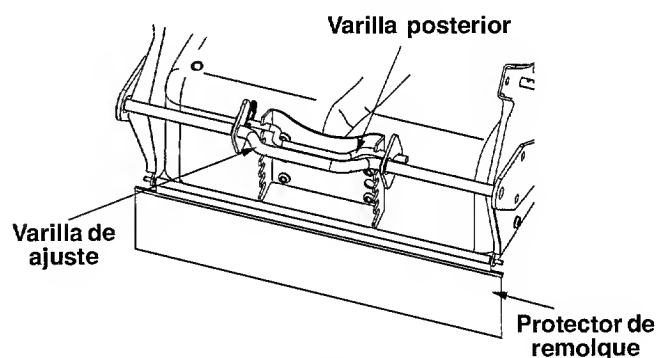

Figura 16
- Mueva las varillas hacia arriba o hacia abajo a cualquiera de las seis posiciones de altura e inserte. Vea la Figura 16.